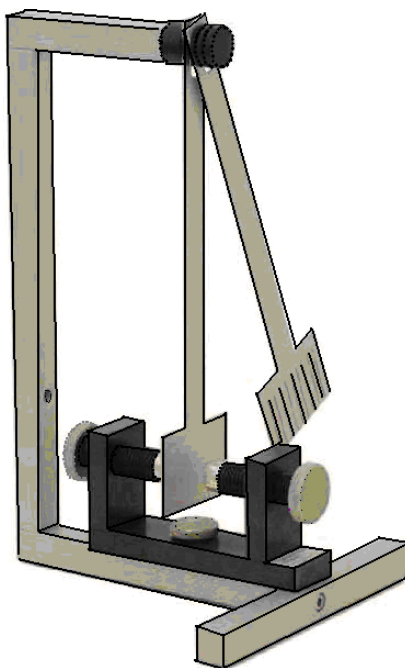

Рисунок 7.3
1. Собрать схему (рис.7.3), для этого подвесить гладкий маятник и маятник с канавками в соседние резьбовые отверстия верхней перекладки, а полюса магнита расположить вертикально. Установить межполюсный зазор магнита  $10-30$  мм.
3. В схеме на рис.7.3 вместо маятника в резьбовое отверстие верхней перекладины подвесить алюминиевый стержень, а полюса магнита расположить горизонтально. Установить межполюсный зазор 60-65 мм (чуть шире длины самого стержня). Середина межполюсного зазора магнита должна находиться примерно под точкой подвеса стержня на перекладине.